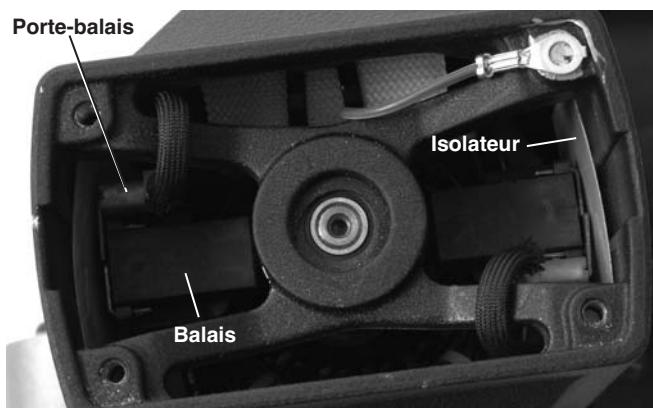

Figure 12 – Position des balais (capot moteur enlevé)
2. Extrayez les balais du moteur à l'aide d'une paire de pinces, puis retirez-les de leur porte-balais (*Figure 12*).